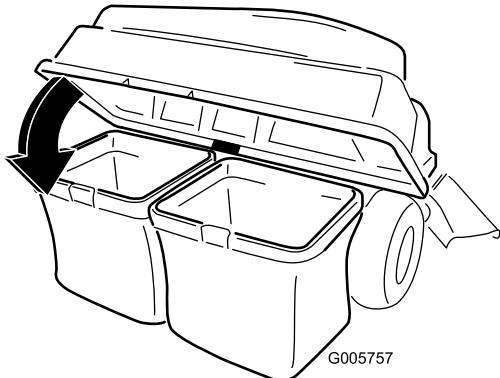

Figura 9
- Baje la tapa del ensacador sobre la bolsa (Figura 9).